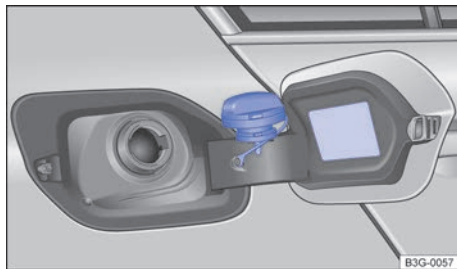

Fig. 253 Tapa del depósito de combustible abierta con el tapón encajado en ella.
- Desenrosque el tapón del depósito en el sentido contrario al de las agujas del reloj y encájelo en el orificio previsto en la bisagra de la tapa → fig. 253.
El tipo de combustible que utiliza el vehículo figura en el adhesivo situado en la cara interior de la tapa del depósito de combustible → fig. 253.